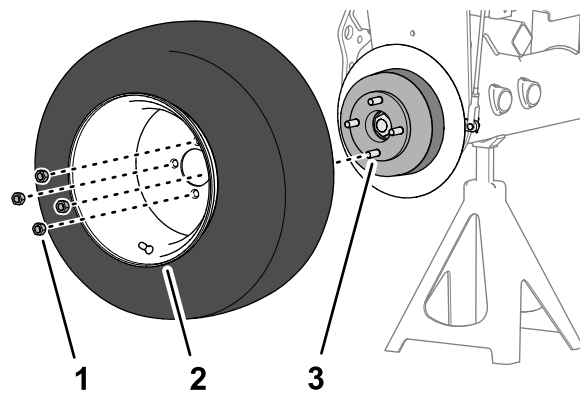

Figure 60
1. Retirez les 4 écrous qui fixent la roue avant au moyeu, et déposez la roue (Figure 60).